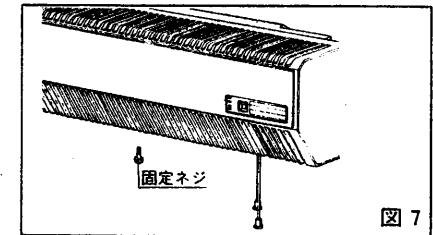

図7
- グリルを本体に取付け、グリル下側に付いているグリル固定ネジにてグリルをしっかりと固定してください。（図7）